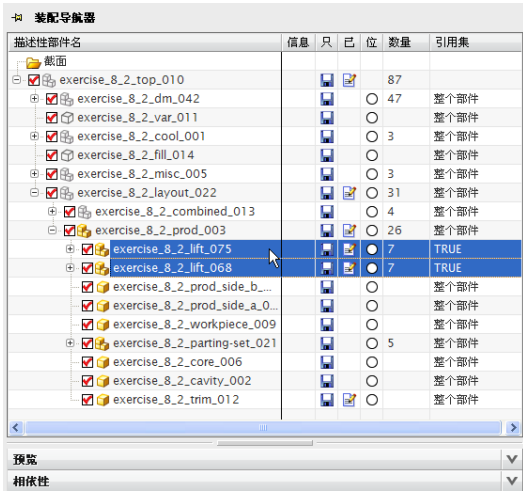

图 8-97 装配导航器结构
(3) 如图 8-97 所示，在装配导航器中的 _prod_003 节点下，增加了两个斜顶抽芯组件。